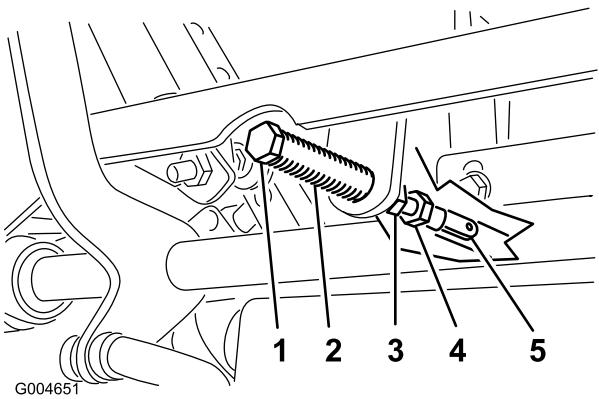

図 63
- クレビスピン(ピボットシャフトの上のアームについている)がスロットの端部に接触する(スプリングに圧力が掛かり始める位置)まで、レバーを手前に引く(図 63)。
7. 調整が必要な場合は、ジャムナットをゆるめて調整ナットをヨーク側に移動できるようにする(図 63)。
8. コントロールレバーを軽く手前(後退側)に引きながら、調整ボルトを回して、コントロールレバーがちょうどニュートラル固定位置にくるように調整する(図 63)。
9. ナットとジャムナット(図 63)を締め付ける。
9. ボールジョイント部でジャムナット(図 63)を締めつける。